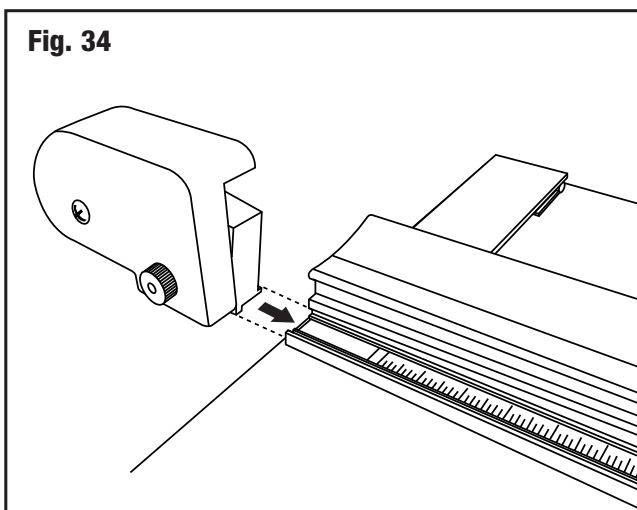

Fig. 35
6. Placez le coupe- papier hors de la feuille de papier et appuyer sur le porte-lame (**Fig. 35**).